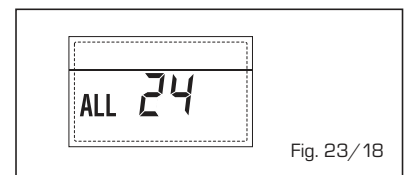

Fig. 23/18
- **ANOMALÍA SONDA ACUMULADOR SOLAR (S2) "ALL 25" (fig. 23/19)**